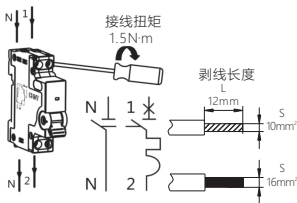

图5 NXBF-40接线方式
5.4 适用于铜导线连接，导线选择见表2，接线方式及剥线长度示意如下图5